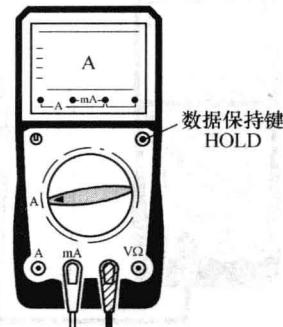

图 1-13 数据保持 (HOLD)
(9) 数据保持 (HOLD) 当检测数据基本稳定后, 可以按下“HOLD”键, 如图 1-13 所示, 将检测数据保持, 然后读取。